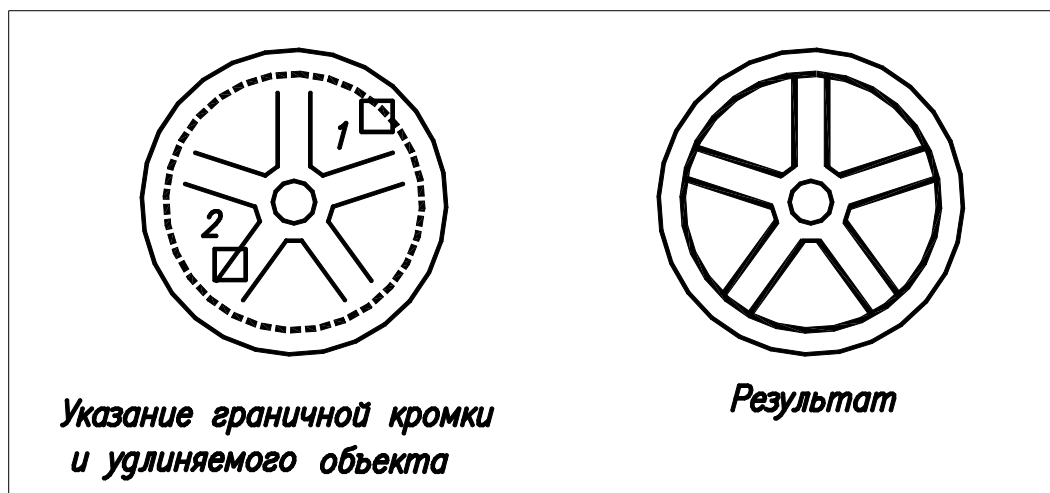

Рис. 3.14. Удлинение объектов
3.3.10. Удлинение объектов (рис. 3.14)